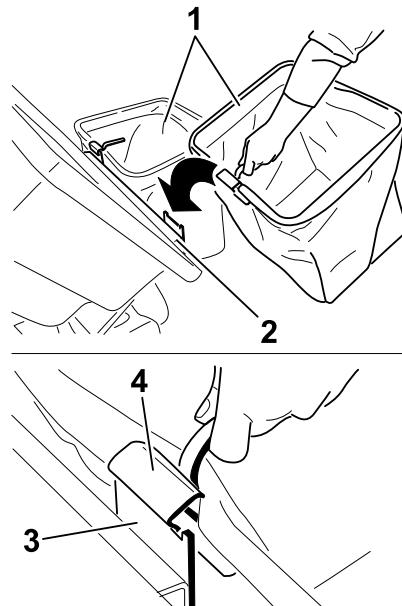

Figura 22
- Levante la tapa del ensacador e instale las bolsas, colocando el enganche del bastidor de cada bolsa sobre los soportes de retención (Figura 22).